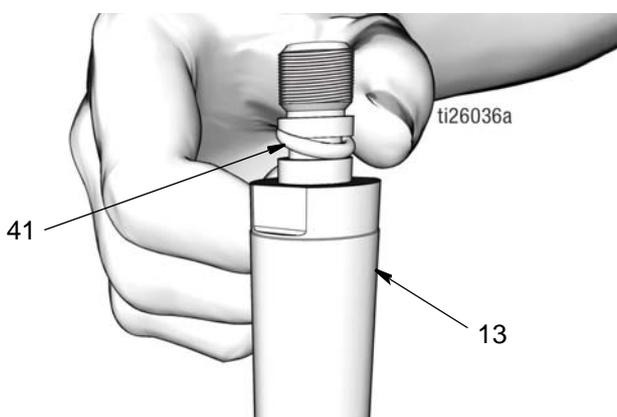

Рис. 46
- a. Используйте чистую салфетку для обтирания штока поршня (13) и поршня (6), и для удаления любой грязи или загрязняющих веществ. Осмотрите поверхности на отсутствие любых царапин или повреждения. Замените поврежденные детали.
- b. Нанесите тонкий слой консистентной смазки на уплотнительное кольцо (41). Установите уплотнительное кольцо круглого сечения над пазами поршневого штока (13) (Рис. 46).